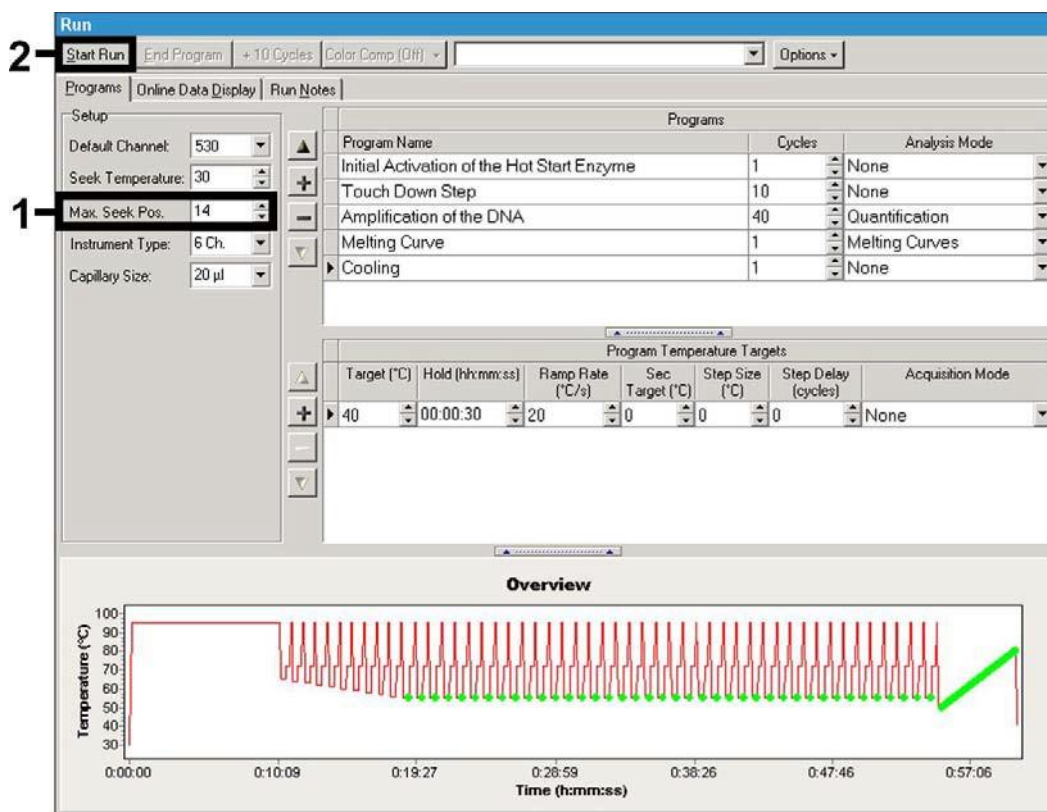

Fig. 8: Inizio della corsa PCR
Non dimenticare di inserire prima il numero dei capillari preparati per questa corsa PCR (*Max. Seek Pos.*) (vedi Fig. 8).
- Per far partire la corsa PCR passare al campo *Run* e attivare la funzione *Start Run* (vedi Fig. 8). Dopo aver indicato la posizione in cui i dati devono essere salvati partirà il programma PCR.